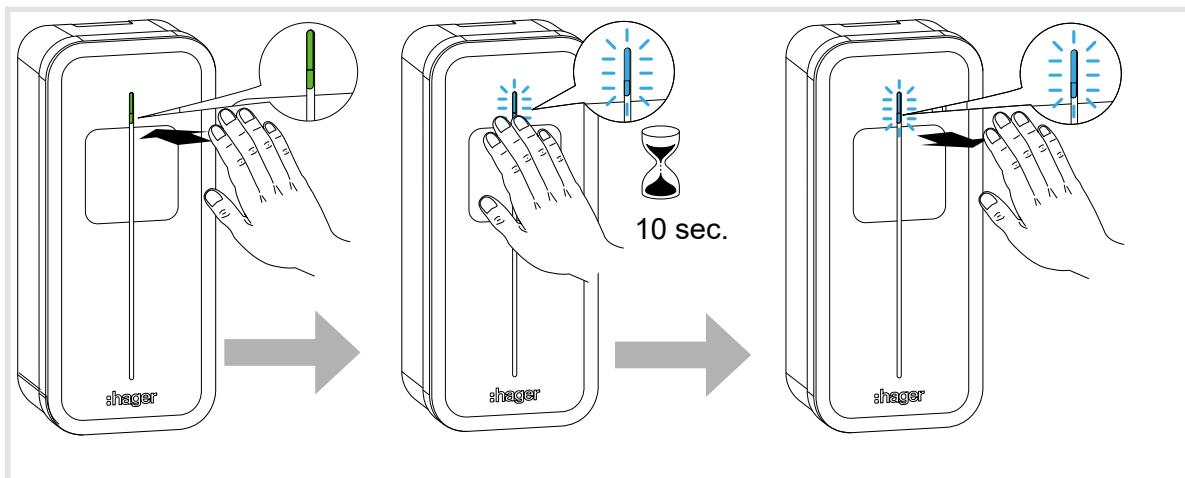

Bild 31: Integration ins Hager flow System
Status-LED auf der Vorderseite des Gerätes leuchtet grün (Bild 31, links).
- Hand auflegen und nach 10 s entfernen (Bild 31, Mitte).